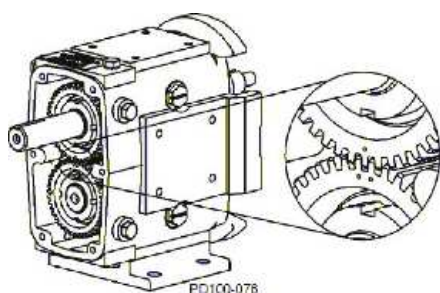

Abb.90 Körnung Zahnrad
3. Schieben Sie das Zahnrad mit zwei Körnungen auf die kurze Welle. Richten Sie die Körnungen der Zahnräder übereinander aus (Abb. 90).